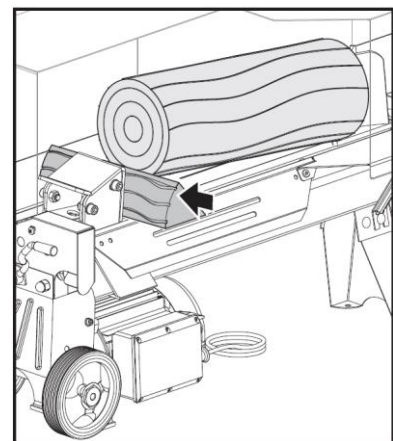

Fig. 15
- Relâchez les deux mains des commandes pour laisser le poussoir de bûche (11) revenir automatiquement à sa position de repos.
- Redémarrez la fendeuse de bûches pour pousser complètement la cale sous la bûche coincée. Voir la figure 15.
- **AVERTISSEMENT !** Ne frappez pas violemment la bûche coincée, car cela pourrait endommager le coin de fendage (2).